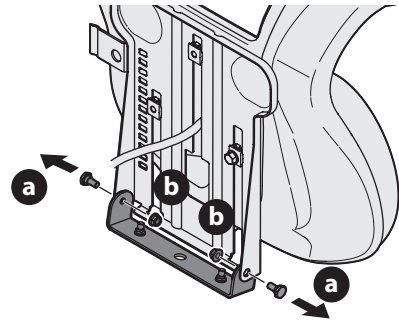

Figura 1
2. Quite los dos tornillos con reborde (a) y las tuercas de seguridad con brida (b) del contenedor del asiento tal (Figura 1).